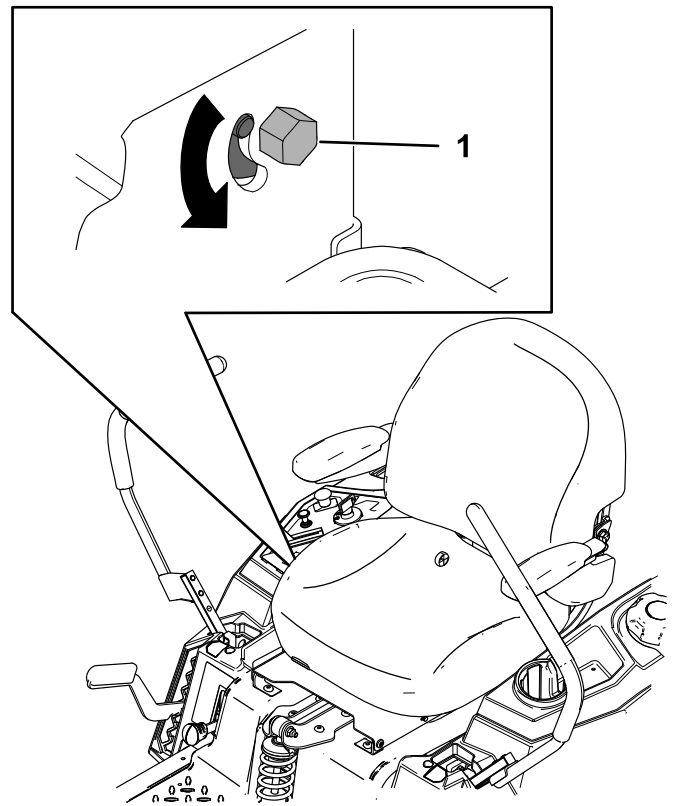

Figure 50
3. Localisez le boulon de réglage de la dérive près du levier de commande de déplacement du côté qui nécessite le réglage (**Figure 50**).